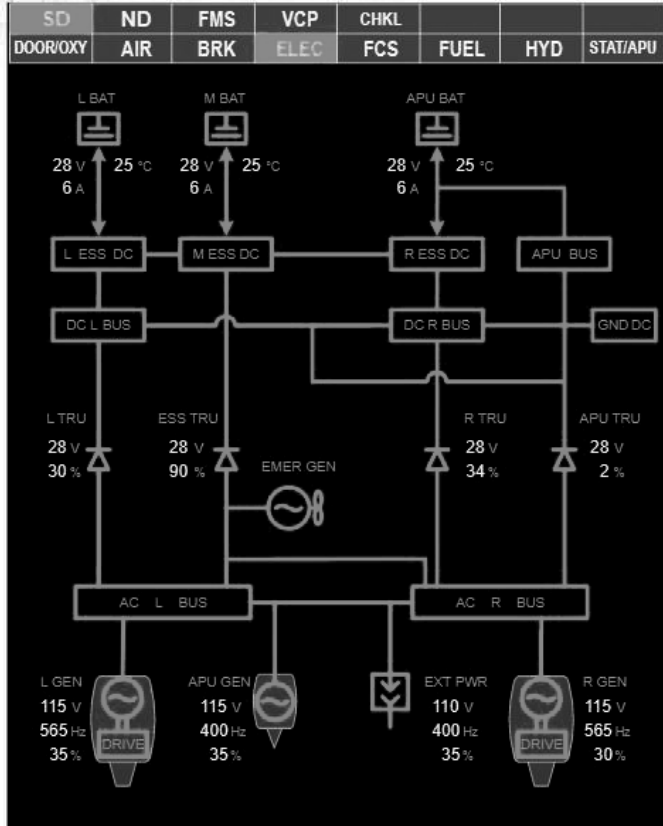

Рисунок 4. Синоптическая страница ELEC
- синоптической страницы ELEC (Рис. 4),
Синоптическая страница ELEC (Рис. 4) состоит из элементов индикации системы электроснабжения переменного тока (AC) и элементов индикации системы электроснабжения постоянного тока (DC).
Параметры аккумуляторной батареи (рис. 4)